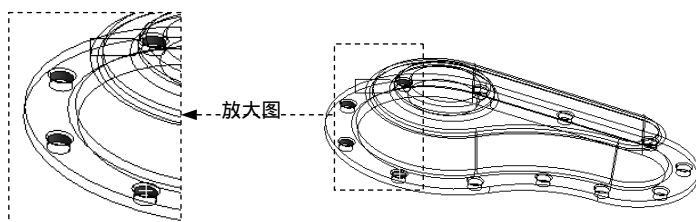

图 2.6.21 命名选择集 adv_selection
(5) 单击 按钮，完成定义。
(6) 打开 **Graphics** 选项卡，切换到几何显示界面，结果如图 2.6.21 所示。